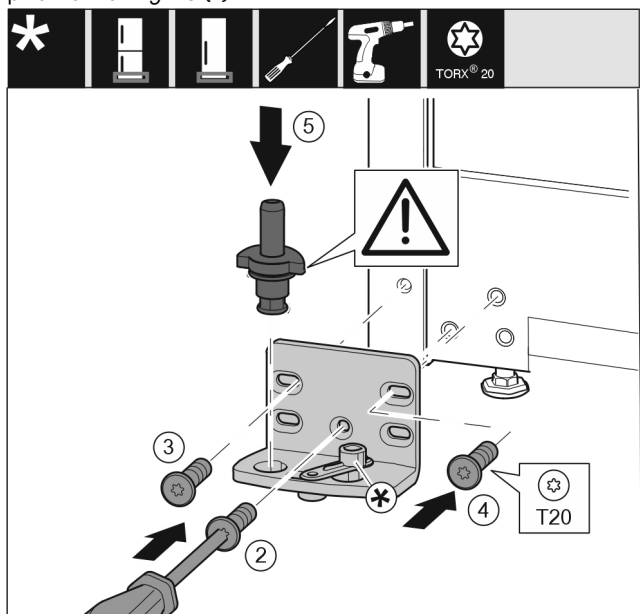

Fig. 14
- ▶ Postavite podložak ležaja na drugoj strani i zavijte pomoću odvijača T20. Započnite s vijkom 2 dolje u sredini. Fig. 14 (2)
- ▶ Pritegnite vijak 3 i 4. Fig. 14 (3,4)
- ▶ Kompletно umetnite podložak ležaja. Pri tome pazite da je ispučenje za blokiranje okrenuto prema otpramo. Fig. 14 (5)